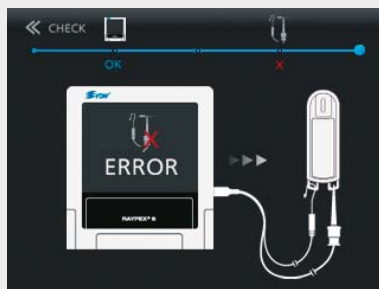

Fig. 35 Tilbehør-ERROR
- CHECK'et af kablerne starter automatisk, og resultaterne – enten OK (fig. 34) eller ERROR (fig. 35) – vises på skærmen.